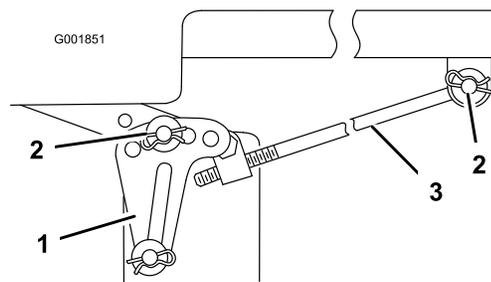

Figura 57
Nota: Prima di togliere il tosaerba prendete nota dei fori utilizzati nelle staffe di livellamento (Figura 57).
5. Togliete la coppiglia e la rondella dall'asta di regolazione (Figura 57) da ciascun lato del tosaerba.
6. Togliete la coppiglia e la rondella dalle staffe di livellamento del tosaerba (Figura 57) da ciascun lato del tosaerba. Prendete nota del foro in cui è montata la staffa di livellamento, per il futuro montaggio. Estraiete le staffe dal perno di montaggio.
- Attaccate l'asta di regolazione alla macchina, utilizzando la rondella e la coppiglia (Figura 57), su ciascun lato del tosaerba.
- Fate scorrere le staffe di livellamento sui perni di montaggio, e fissatele con le rondelle e le coppiglie (Figura 57).